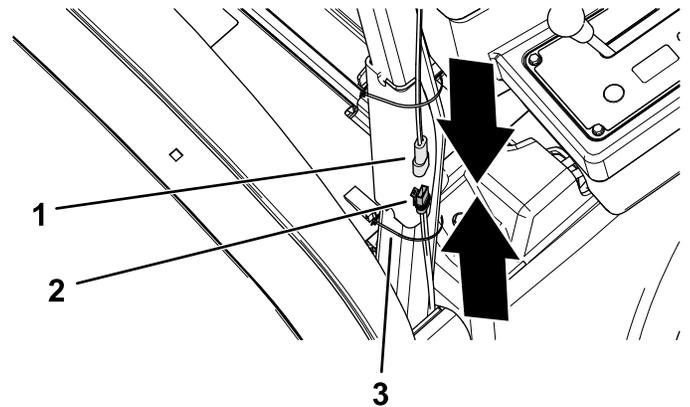

Figure 7
1. Branchez le connecteur à 2 douilles du faisceau électrique au connecteur à 2 broches du faisceau du toit pare-soleil (Figure 7).
2. Fixez le faisceau électrique au montant de l'arceau de sécurité avec un serre-câble (Figure 7).